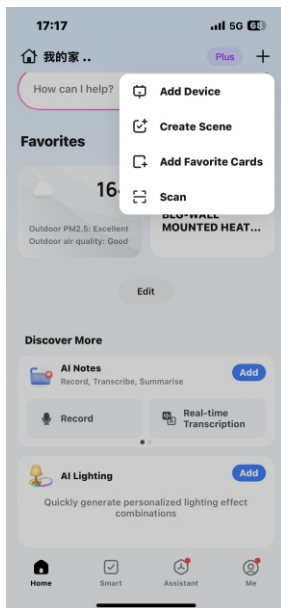

Bild3
- 2) Es gibt keine Situation wie in A.1. Drücken Sie „+“ und dann „Gerät hinzufügen“, wie in Bild 3 gezeigt.